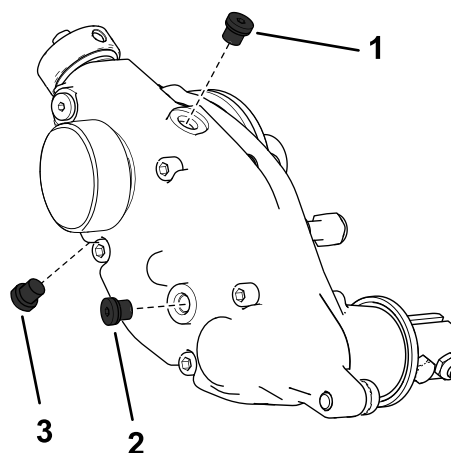

Figure 22
2. Retirez le bouchon de vidange au bas du carter (Figure 22).
3. Retirez le bouchon de remplissage sur le côté du carter et desserrez le bouchon d'aération au sommet pour permettre à l'air de circuler à l'intérieur (Figure 22).
7. Remettez le bouchon de vidange en place (Figure 22).